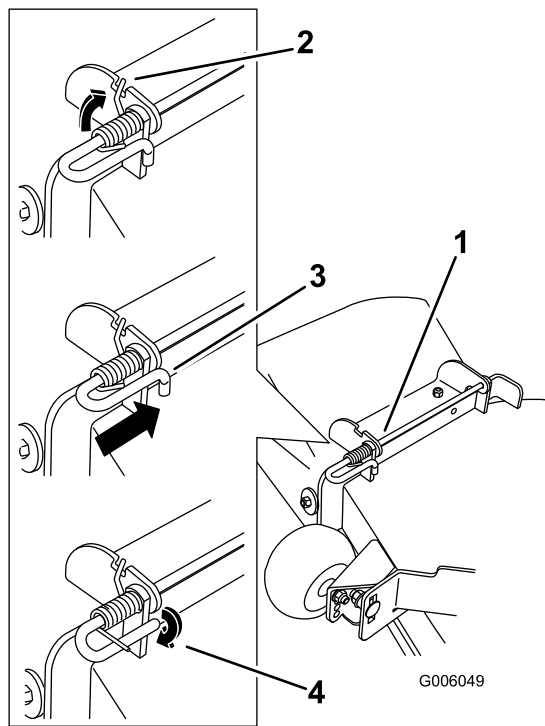

Figure 72
4. Soulevez le côté long du ressort et placez-le dans le cran du support de l'ensemble déflecteur (Figure 72).
5. Fixez l'ensemble tige et ressort en le tournant de sorte à pouvoir placer l'extrémité courte de la tige derrière le support avant soudé au tablier de coupe (Figure 72).